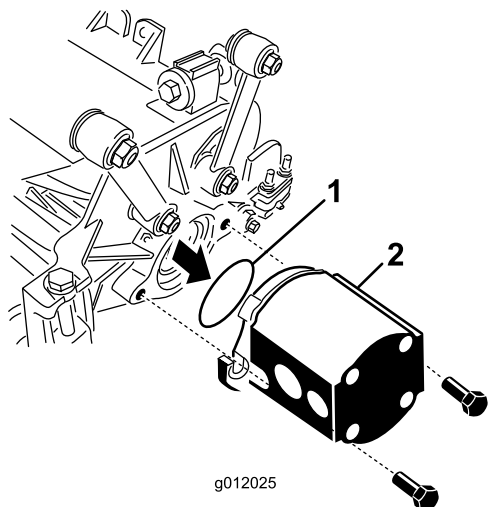

Figura 25
- Introduceți un inel de etanșare (furnizat cu unitatea de tăiere) la flana motorului de acționare (Figura 25).
- Montați motorul la capătul de antrenare a unității de tăiere și fixați-l cu 2 uruburi cu cap imbus furnizate cu unitatea de tăiere (Figura 25).